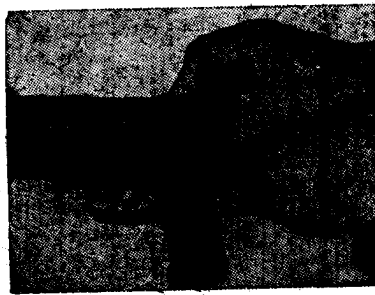

Рис. 76. Отваряне капака на цевната кутия
3. Отваряне капака на цевната кутия: с лявата ръка се хваща шийката на приклада, с дясната ръка се хваща ключалката на капака, подава се напред докрай (рис. 76) и се вдига капакът нагоре докато издатъкът на пружинната ключалка на челостта на водителя мине зад издатъка на ухото на цевната кутия. Отвореният капак се задържа от пружинната ключалка. Капакът се вдига бавно, без резки движения, без да се допускат удари на пружинната ключалка в цевната кутия (ухото), за да не се счупи или изкриви ключалката.